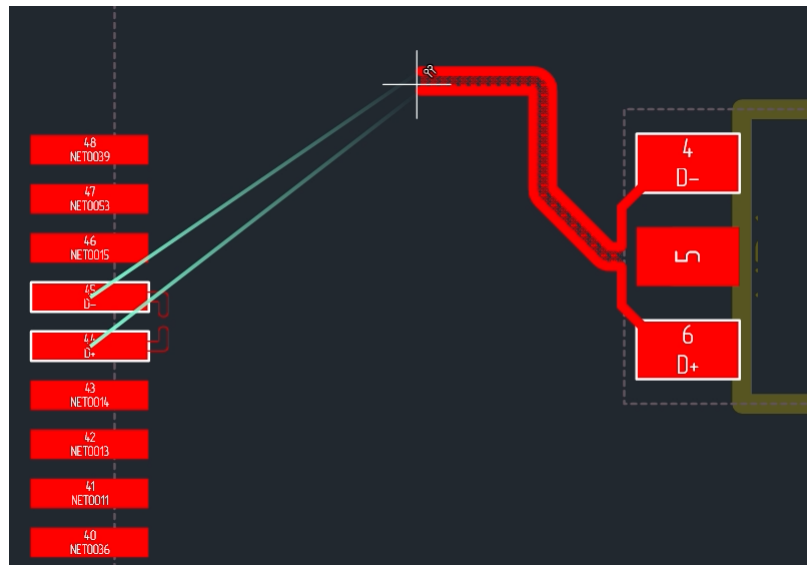

Рис. 335 Зафиксированный участок диффпары и возможный вид следующего участка
3. Переместите курсор в новую точку, при этом на экране отобразится возможный вид линии между предыдущей зафиксированной точкой и текущим положением курсора, см. Рис. 335;